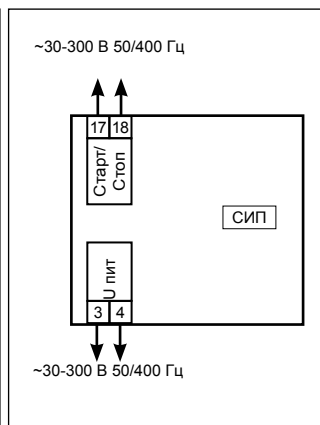
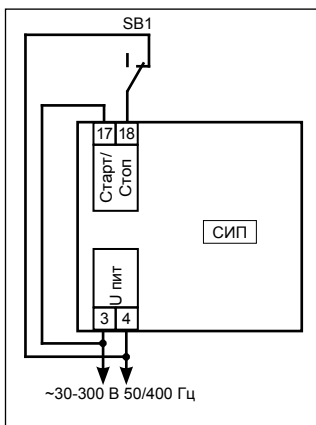

Рисунок 3. Счётчик импульсов СИП УИ. Подключение питания и сигнала «Старт/Стоп».
Рисунок 4. Счётчик импульсов СИП УИ.
6.4 Только для версии СИП УИ: отсчёт импульсов начинается или возобновляется при подаче переменного напряжения 30-300 В (50/400 Гц) на вход «Старт/Стоп» (Рисунок 3). Для ручного управления счётчиком можно подключить переключатель или тумблер (Рисунок 4). При отключении напряжения на входе «Старт/Стоп» отсчёт импульсов приостанавливается.